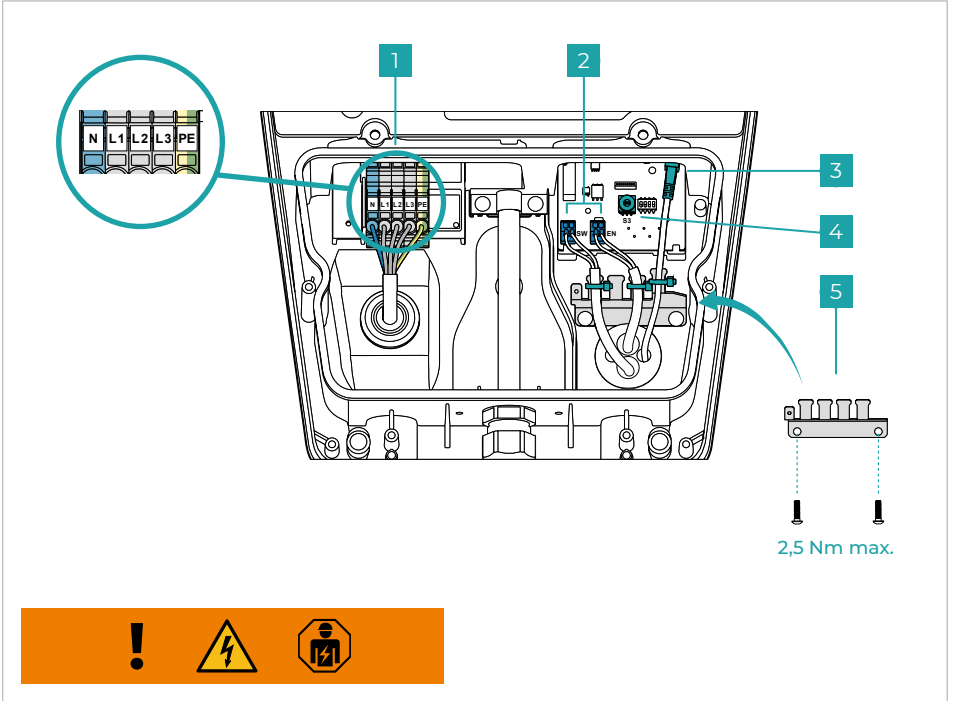
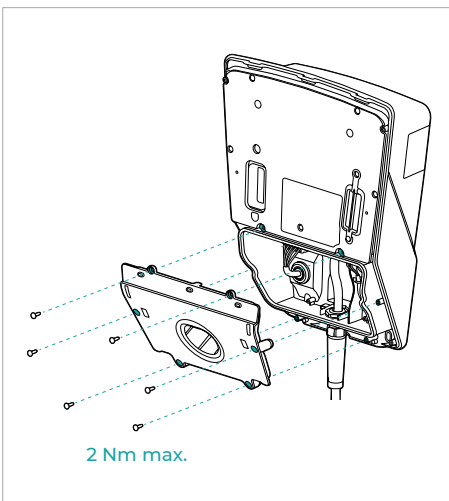

Fig. 6
Fig. 7
En option, un dispositif de verrouillage externe (par ex. interrupteur à clé) peut-être raccordé à l'interface interne (fig. 6 - n°2 - interface EN).
- Préparez le câble de raccordement au réseau en conséquence (\varnothing 10 - 20 mm // 5*6 mm² max.) et raccordez-le comme indiqué à la **fig. 6 - n°1**. Le raccordement au réseau se divise en trois phases dans la représentation. Pour raccorder le système de charge au réseau en une phase, utilisez N, L1 et PE.
- Configurez le courant de charge maximal de 6 A à 16 A à l'aide de l'interrupteur rotatif S3 comme indiqué à la **fig. 6 - n°4**.
- En option : préparez les câbles de données (entrée (EN)/sortie (SW) numérique et LAN) et raccordez-les comme indiqué à la **fig. 6 - n°2 & 3**. Pour procéder au raccordement d'un dispositif de verrouillage externe via une entrée numérique, retirez au préalable les ponts de câble.
Effectuez la décharge de traction comme indiqué à la **fig. 6 - n°5** et fixez les câbles de données à l'aide de serre-câbles. Montez le cache inférieur du système de charge comme indiqué à la **fig. 7**.